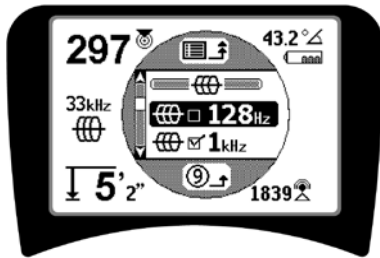

Figura 14: Selección de frecuencia (128 Hz)
2. **Con las teclas de desplazamiento arriba y abajo, seleccione la frecuencia que desee** (figura 14). En este ejemplo, el usuario está activando una frecuencia de 128 Hz.